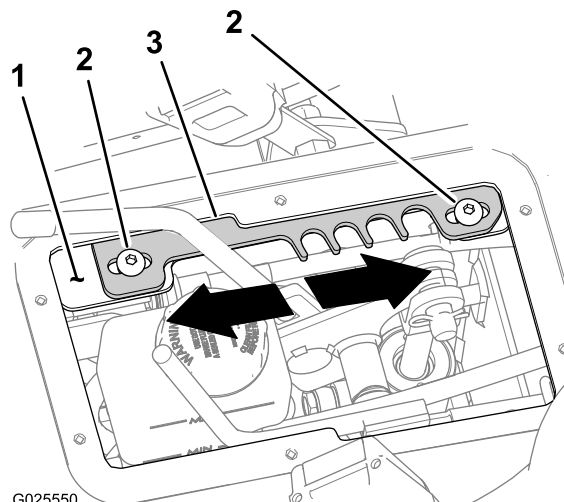

Figura 72
4. Spostate la leva del range di velocità nella posizione T (trasporto) (Figura 72).
5. Allentate le 2 viti a esagono incassato (5/16 x 3/4 poll.) che fissano la piastra di arresto alla staffa di supporto leva (Figura 72).
- Spostate la piastra di arresto **in avanti** per aumentare il limite di velocità di trazione massima (Figura 72).
- Spostate la piastra di arresto **indietro** per ridurre il limite di velocità di trazione massima (Figura 72).